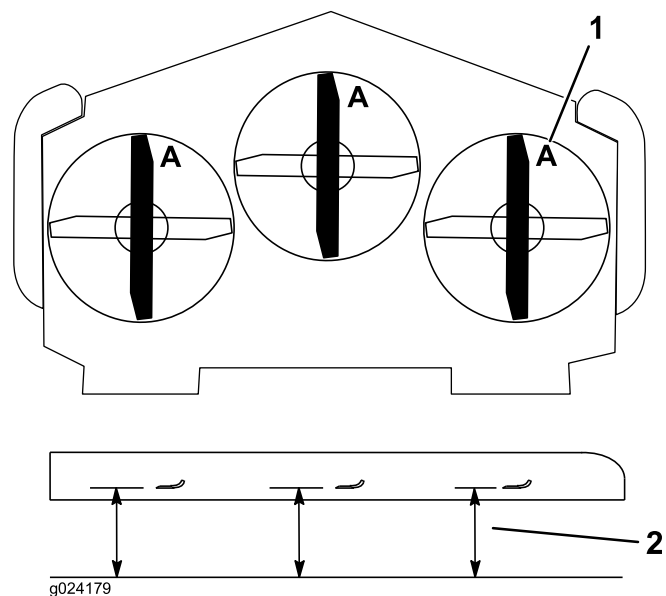

Figure 91
3. Tournez les lames dans le sens longitudinal (Figure 91). Mesurez la distance entre la surface plane et le tranchant (position A) des lames (Figure 91). Notez cette valeur.